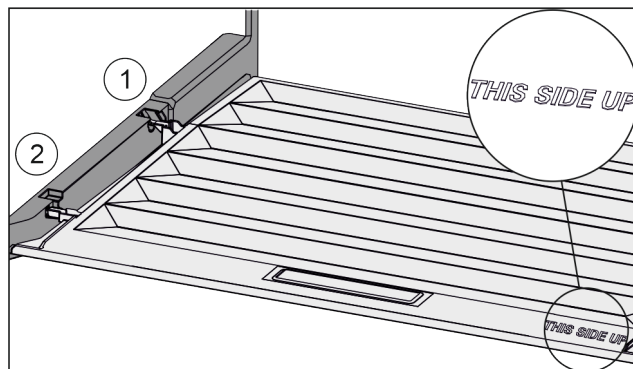

Fig. 112
- ▶ Вставить поперечные ребра крышки через отверстие заднего держателя Fig. 112 (1) и защелкнуть спереди в держателе Fig. 112 (2).